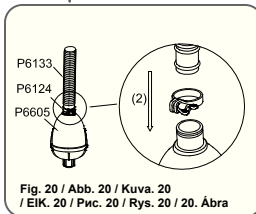

Fig. 20 / Abb. 20 / Kuva. 20 / EIK. 20 / Pvc. 20 / Rys. 20 / 20. Ábra
2. Connect the vacuum hose (P6133) to the vacuum body (P6605) and tighten it with the hose clamp (P6124). (See Fig. 20)
2. Ligue a mangueira de vácuo (P6133) ao corpo de vácuo (P6605) e aperte-a com a pinça de mangueira (P6124). (Veja Fig. 20)
2. Conecte la manguera de vacío (P6133) al cuerpo del dispositivo de vacío (P6605) y ajústela con la abrazadera de la manguera (P6124). (Vea Fig. 20)
2. Stecken Sie den Saugerschlauch (P6133) auf den Saugerkörper (P6605) und befestigen Sie ihn mit der Schlauchschelle (P6124). (Siehe Abb. 20)
2. Sluit de vacuümslang (P6133) aan op de behuizing van het vacuümsysteem (P6605) en zet hem vast met de slangklem (P6124). (Zie Fig. 20)
2. Collegare il tubo di aspirazione (P6133) alla testa dell'aspiratore (P6605) e fissarlo con la fascetta stringitubo (P6124). (Vedere Fig. 20)
2. Fixez le tuyau de l'aspirateur (P6133) au corps (P6605) et serrez-le à l'aide du collier de serrage (P6124). (Voir Fig. 20)
2. Прикрепите шланг подсоса (P6133) к корпусу вакуум-отсоса (P6605) и затяните хомут (P6124). (См. Рис. 20)
2. Połącz węz odkurzacza (P6133) z korpusem odkurzacza (P6605) i przymocuj ją opaską zaciskową (P6124). (Patrz Rys. 20)